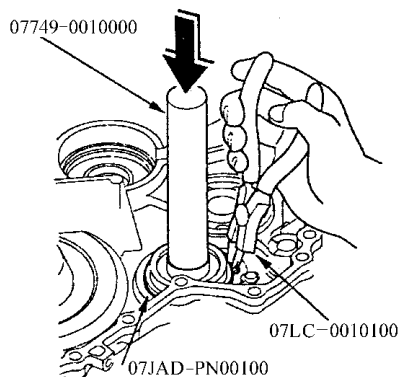

图 5-110 用卡环钳拆卸从动带轮轴承卡环
1) 如图 5-110 所示, 使用卡环钳, 将从动带轮轴承的卡环张开, 然后借助专用工具和压力机, 拆卸从动带轮轴承。